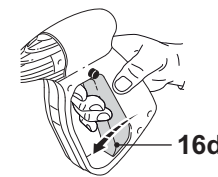

Fig. 20
1. Relâchez la gâchette (16d) (Fig. 20).